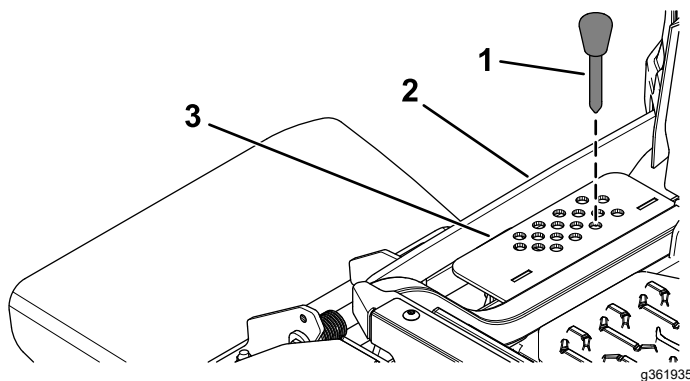

Figura 33
2. Seleccione el orificio del soporte de altura de corte que corresponde a la altura de corte deseada e inserte el pasador (Figura 33).
3. Presione hacia abajo el interruptor de elevación de la carcasa hasta que la biela de altura de corte apenas toque el pasador de altura de corte (Figura 33).